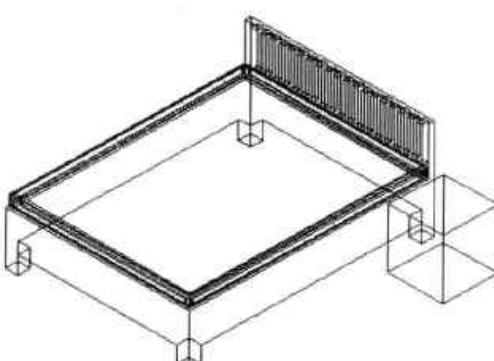

图14-69 绘制床头柜模型
**Step16** 执行“长方体”命令，绘制长 450mm、宽 450mm、高 500mm 的长方体，做为床头柜轮廓，放置在图形中合适位置，如图 14-69 所示。